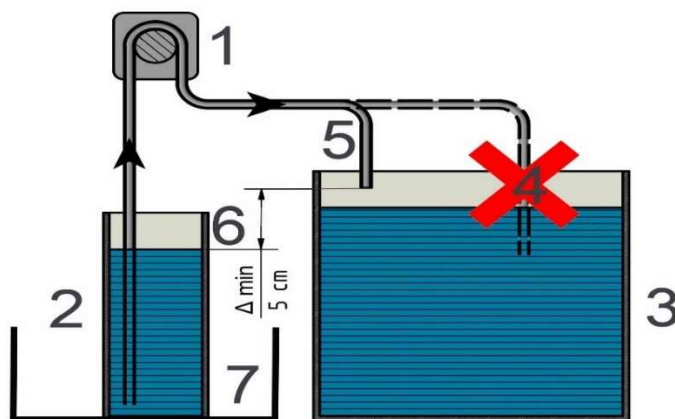

Fig. 1: Istruzioni di sicurezza:
Le pompe dosatrici (1) sono autoadescanti e devono essere installate sec. alla Fig. 1. Solo così si evita lo svuotamento totale del contenitore (2). Si consiglia di mantenere i tubi più corti possibile (altezza acqua max. 2 m = 0,2 bar), tuttavia il tubo lato aspirazione deve raggiungere il fondo del contenitore (2). Per evitare il riflusso, fare attenzione che il tubo di dosaggio non rimanga sospeso nell'acqua dell'acquario (4). Il livello dell'acqua nel contenitore (6) deve essere sempre al di sotto dell'estremità del tubo di dosaggio (5). Il livello dell'acqua nel filtro / acquario (3) non è importante quando si rispettano queste istruzioni.